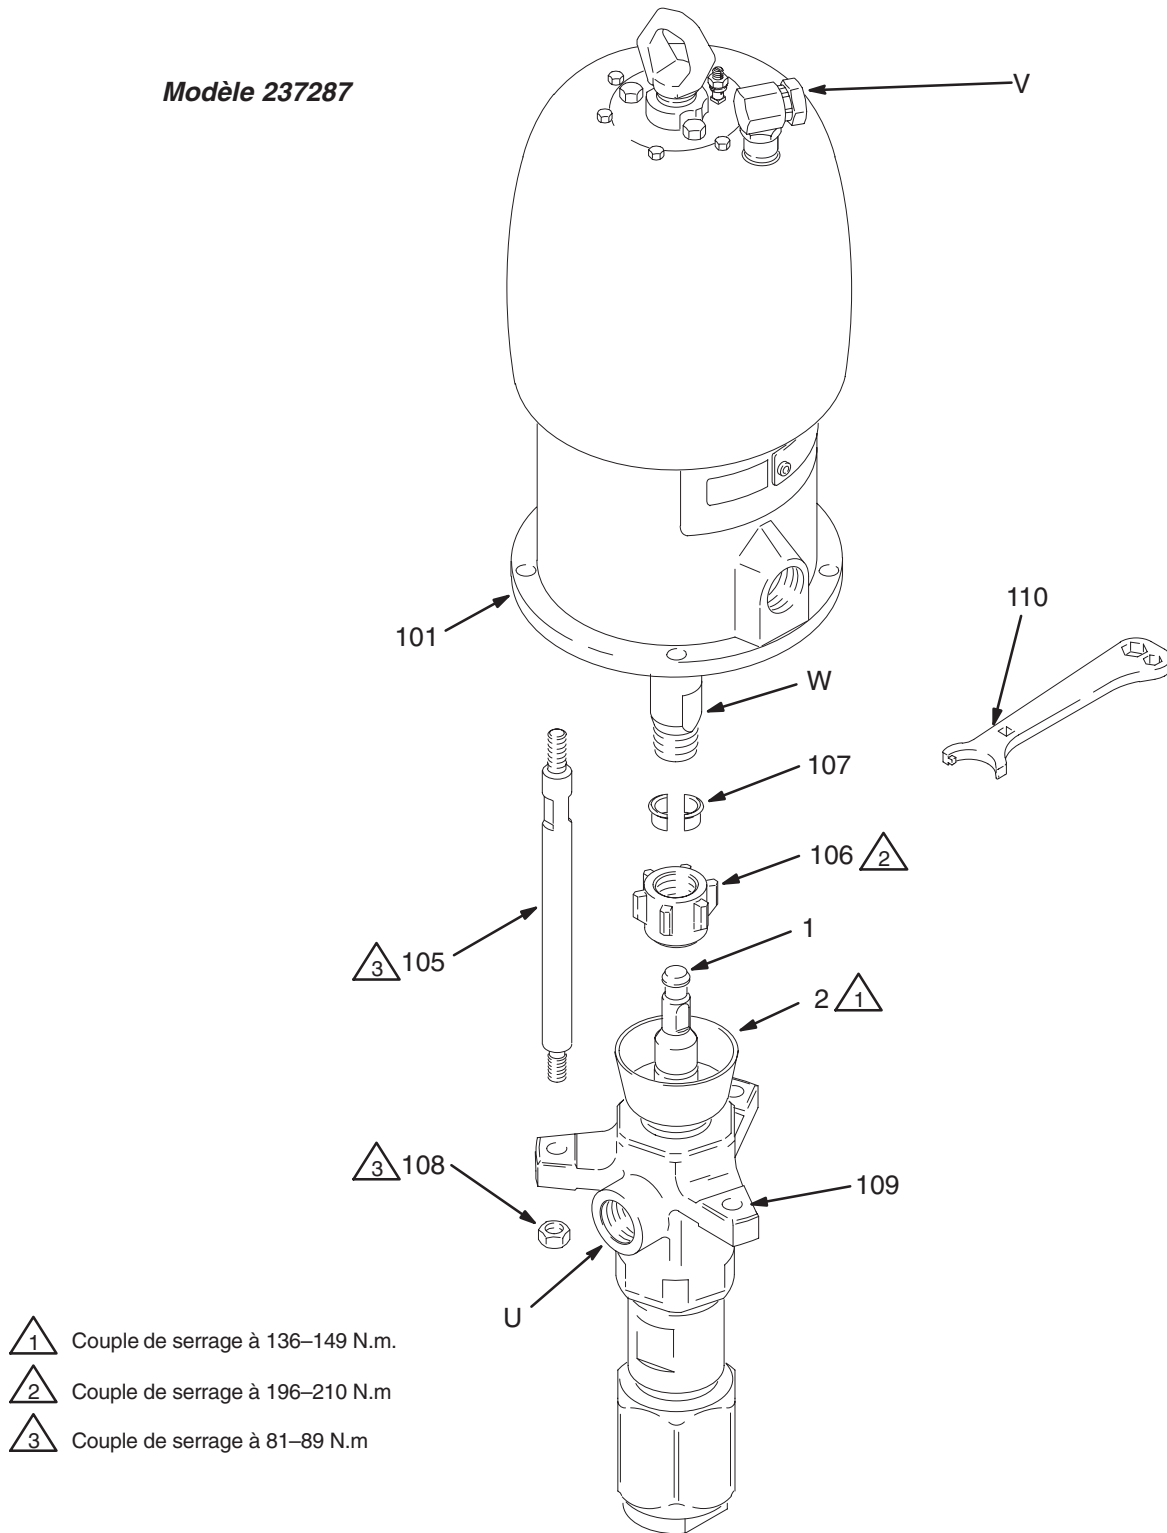

Fig. 6
5. À l'aide d'une clé à molette (ou d'un marteau et d'une tige), dévisser le manchon d'accouplement (106) de la tige du moteur (W). Veiller à ne pas perdre ni laisser tomber les bagues d'accouplement (107). Voir la Fig. 6.
6. Maintenir les méplats des tiges avec une clé pour les empêcher de tourner. Dévisser les écrous (108) des tiges (105). Retirer avec précaution le bas de pompe (109) du moteur (101).
1. S'assurer que le manchon d'accouplement (106) et les bagues d'accouplement (107) sont en place sur la tige de piston (1). Voir Fig. 6.
2. Prévoir au moins deux personnes pour maintenir le bas de pompe pendant qu'une troisième personne le reconnecte au moteur (voir **ATTENTION** ci-contre). Orienter la sortie produit (U) de la pompe vers l'entrée d'air (V) comme indiqué en 4 paragraphe **Débrancher le bas de pompe**. Placer le bas de pompe (109) sur les tirants (105).
3. Serrer les écrous (108) sur les tiges (105) à un couple de serrage de 81 à 89 N.m.
4. Visser le manchon d'accouplement sur la tige du moteur (W) sans trop le serrer. Maintenir la tige du moteur avec une clé pour l'empêcher de tourner. Utiliser une clé à molette pour serrer le manchon d'accouplement. Couple de serrage à 196–210 N.m.
5. Reconnecter les flexibles. Reconnecter le câble de terre s'il a été débranché. Remplir l'écrou de presse-étoupe (2) au tiers de lubrifiant Graco (TSL) ou d'un solvant compatible.